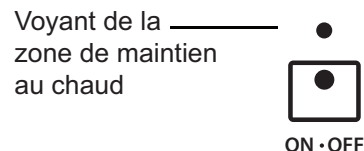

Figure 18 : Voyant de la zone de maintien au chaud qui s'allume lorsque la fonction est activée
2. Appuyez sur **warming zone ON-OFF**. Le voyant de la zone de maintien au chaud s'allume (figure 18).